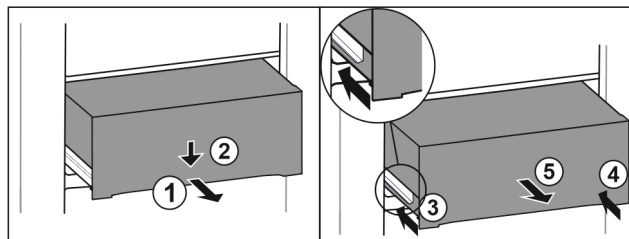

Fig. 106
- ▶ Wyciągnąć szufladę do połowy. Fig. 106 (1)
- ▶ Popchnąć szufladę z przodu w dół. Fig. 106 (2)
- ▶ Wsunąć lewą szynę o ok. 2 cm. Fig. 106 (3)
- ▶ Wsunąć prawą szynę o ok. 2 cm. Fig. 106 (4)
- ▶ Wyjąć szufladę do przodu. Fig. 106 (5)